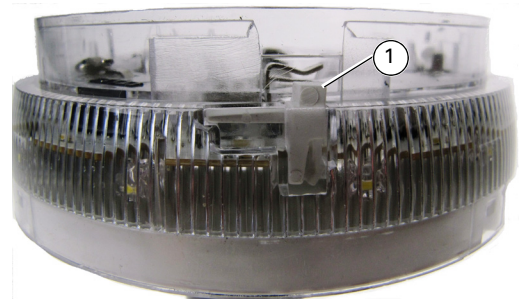

Fig. 5: Colocación del dispositivo de bloqueo
- 5 Coloque el dispositivo de bloqueo (suministrado) en la base, presionándolo hasta que asiente totalmente (véase la fig. 5).
- 6 Coloque el dispositivo de bloqueo (suministrado) en la base, presionándolo hasta que asiente totalmente (véase la fig. 5).